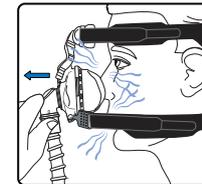

Abbildung 6
- Zum Neuausrichten die Maske gerade vom Gesicht weg ziehen und vorsichtig wieder aufsetzen (Abbildung 6).